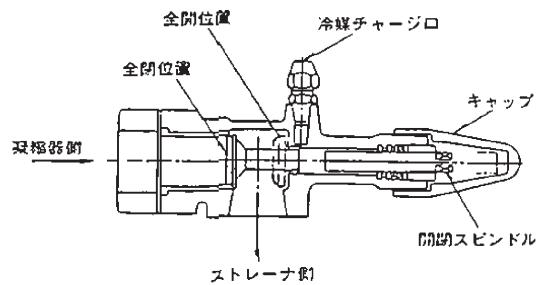

図36 液出口止弁
- (b) 液出口止弁のハンドルを反時計方向に一杯に回しバックシートをきかせます。次にフレアナットおよび盲蓋を外します。(図36)